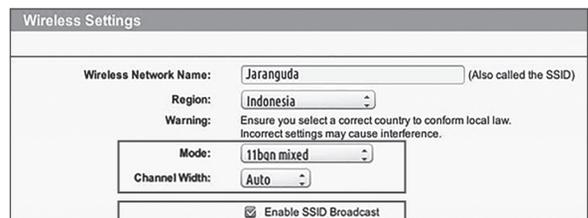

Fig. 1
2. Assicurarsi che la modalità wireless 802.11 del router sia impostata su b/g/n mixed (b/g/n mista). (Vedere Fig. 1)
3. Assicurarsi che il canale di trasmissione / la larghezza di banda nella configurazione wireless del router sia Auto o 20M o 20M mixed 40M (Automatica o 20M o 20M mista o 40M mista). (Vedere Fig. 1)
4. Quando si connette il robot rasaerba all'App assicurarsi che sul router sia abilitata la funzione Enable the SSID Broadcast (Attiva la trasmissione del SSID). Una volta che la connessione è andata a buon fine è possibile chiuderla. (Vedere Fig. 1)